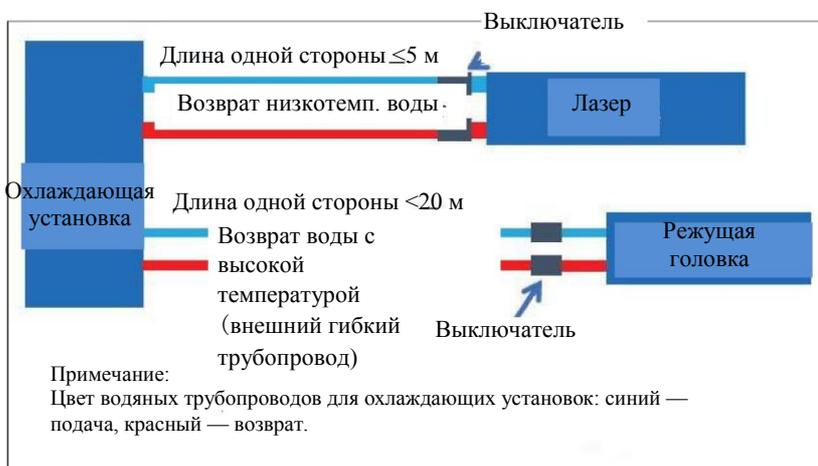

Рисунок 6. Схема соединения охлаждающего устройства и лазера
- Подключение трубопровода: Способ соединения охлаждающей установки и лазера показан на рис. 6. Внутренний диаметр распределительного трубопровода не должен быть меньше диаметра входного и выходного соединений охлаждающей установки.